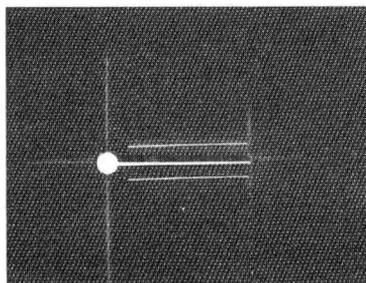

图 1-23
(1) 画扣眼：划扣眼的位置应超出叠门线0.3cm，位置正确。整件衣服的扣眼应一样大。钮洞大约等于钮扣直径加0.3cm。钮洞过大，钮扣容易脱开；钮洞过小，扣钮不方便。
(2) 剪扣眼：扣眼划粉划好扣眼大小，用0.3cm直径的皮带冲子在扣眼头冲一圆洞，并用锋利刀片将扣眼划开，扣眼在锁之前一般需在钮洞周围0.3cm打衬托线，如图1-23所示。